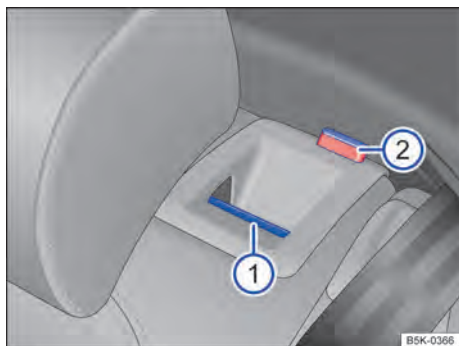

Fig. 67 No encosto do banco traseiro: botão de destravamento.
- Puxar o botão de destravamento → Fig. 67 ① para frente e, ao mesmo tempo, rebater o encosto do banco traseiro para frente.
- A respectiva parte de encosto do banco traseiro estará destravada quando a marcação vermelha → Fig. 67 ② estiver visível.
- A marcação vermelha → Fig. 67 ② não pode mais estar visível.